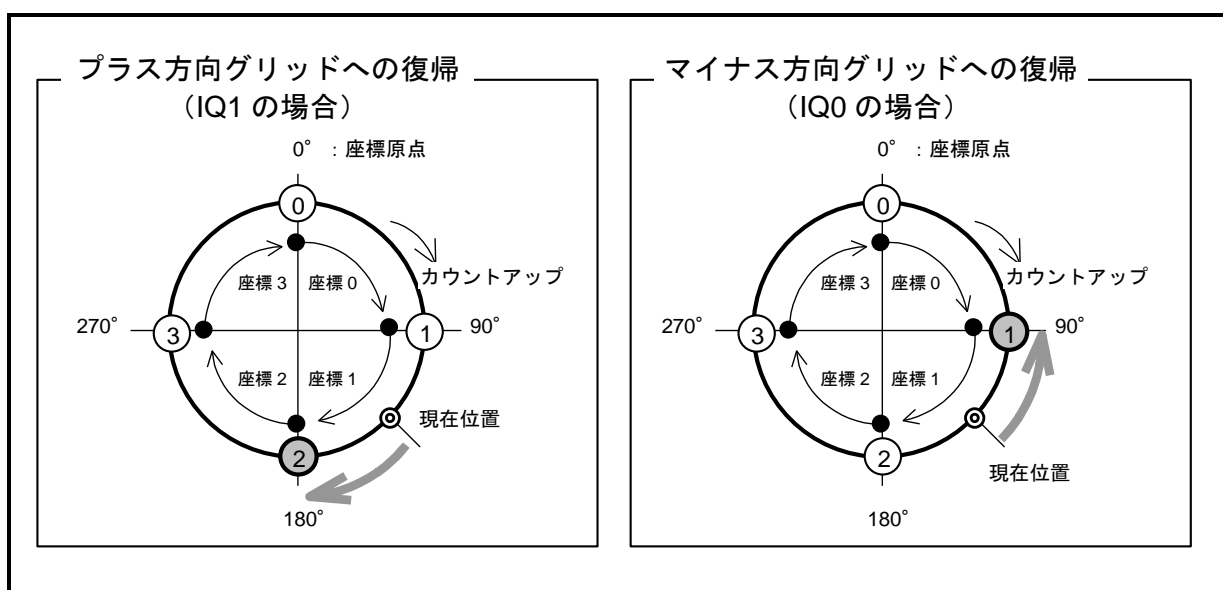

図 8-19：ユーザ単位位置決めによるグリッドへの復帰動作例
- 「図 8-19：ユーザ単位位置決めによるグリッドへの復帰動作例」の例では、現在位置は座標 1 の範囲にありますが、グリッド上にはありません。